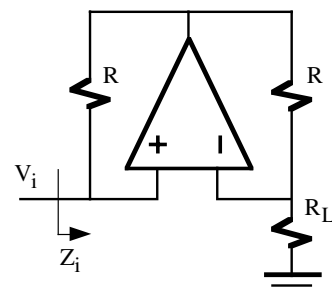

Figura P8.10
- P8.10** Obtener la expresión de la impedancia de entrada Z_i del circuito de la figura P8.10.